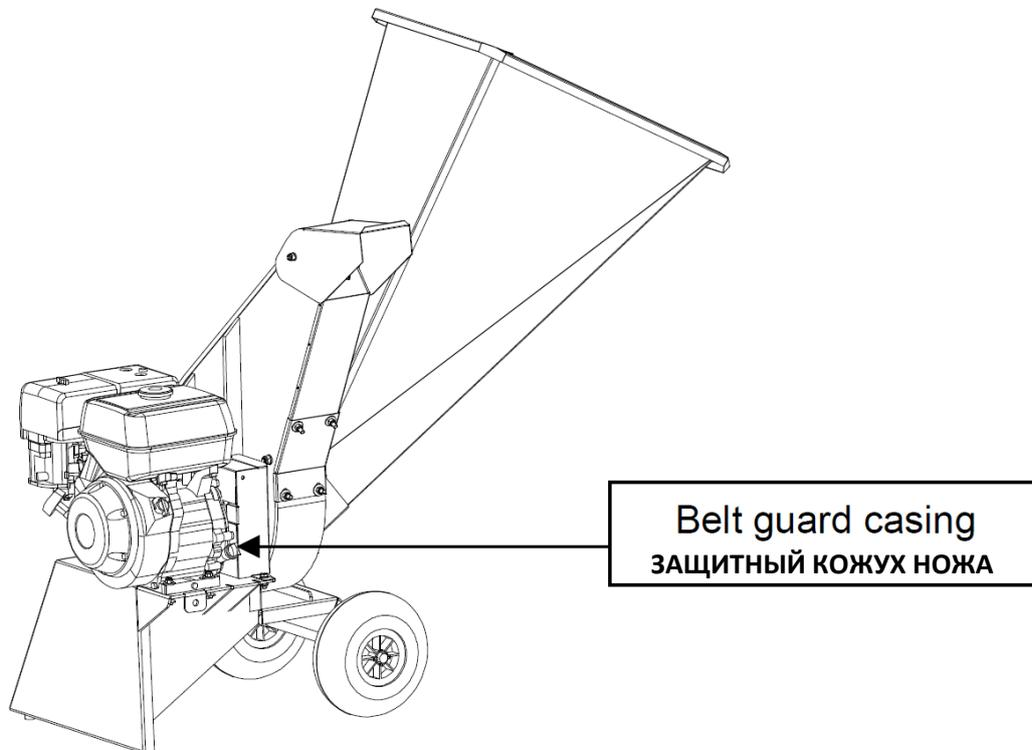

Рис. 18
- Удалите защитный кожух приводного ремня (рис. 18)